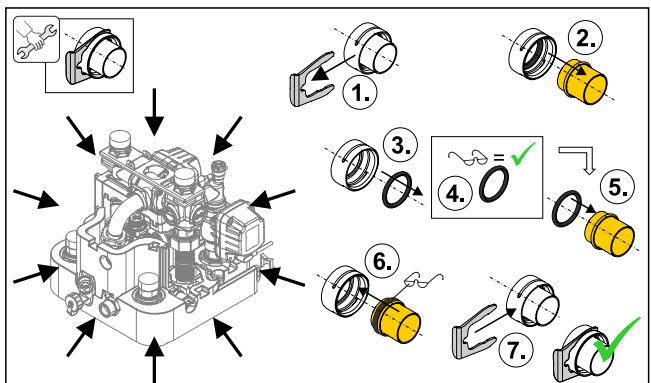

Fig. 3-19 Collegamenti a spina idraulici
- Dopo lo smontaggio e prima del montaggio di un collegamento a spina posizionare sempre gli O-ring sulla parte da innestare (vedere Fig. 3-19).